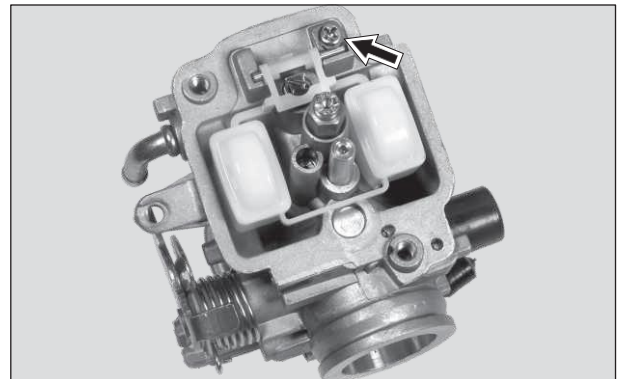

Fig.4.18
- Retire el tornillo del pin de la flota. (Fig. 4.18)
- Separe la flota, el pin de la flota y la aguja de la flota. (Fig. 4.18)